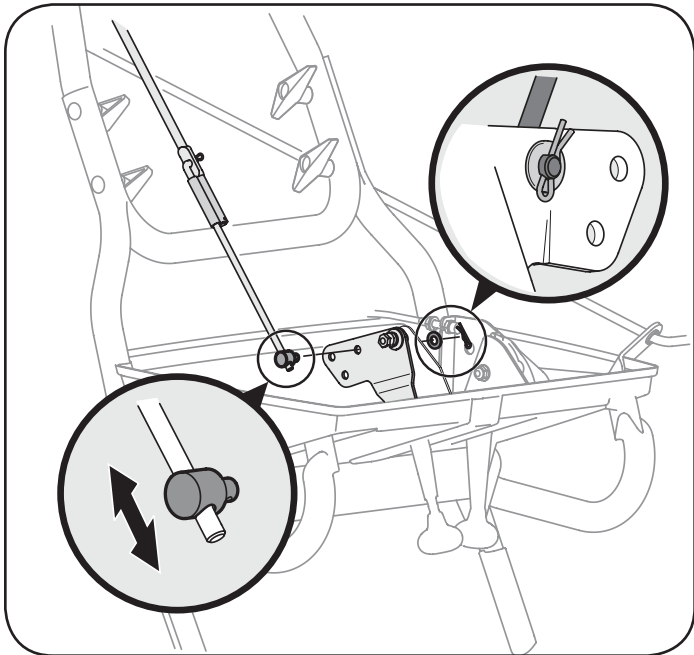

Figure 14
1. S'il n'est pas possible d'utiliser toutes les vitesses (avant et arrière), voir la Figure 14 et ajustez le levier de vitesses comme suit:
- Regardez sous le tableau de bord et notez dans lequel des trois trous du levier de vitesses la virole a été insérée. Notez aussi le sens de l'insertion. Retirez ensuite la goupille fendue interne et la rondelle plate qui se trouvent sur la virole et dégagez la virole du levier de vitesses. Voir la Figure 14.
4. Vissez ou dévissez la virole sur la tige du levier de vitesses selon le besoin, jusqu'à ce que la virole soit alignée avec le trou dans lequel elle se trouvait plus tôt. Voir la Figure 14.